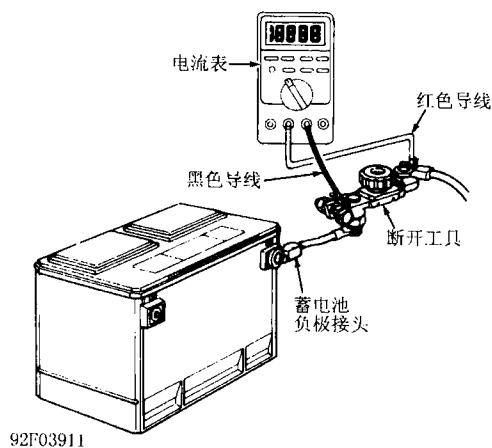

图 1-1 连接 Kent-Moore 断开工具(J-38758)
2)将测试开关的旋钮转到 ON 位置(此时电流流经测试开关),路试汽车时附件(收音机、空调机等)应接通。路试结束后,将点火开关置于 LOCKED(锁定)位置并且取下钥匙。将电流表的引线分别与测试开关的两端相连(见图 1-1)。电流表选用 10A 量程。
为了找到间发故障,需在电路中接上电流表和断开工具(J-38758)测试开关(图 1-1)。对汽车进行路试。路试后应关闭点火开关,并取下钥匙。